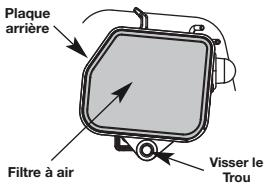

Fig. 30
- Replacez le filtre à air dans la plaque de base (Fig. 30).
- Rémettez le couvercle du filtre à air en place. Placez les crochets du couvercle du filtre à air sur le haut de la plaque arrière puis descendez le couvercle du filtre pour aligner la vis du filtre avec le trou de vis sur la plaque arrière (Fig. 30).